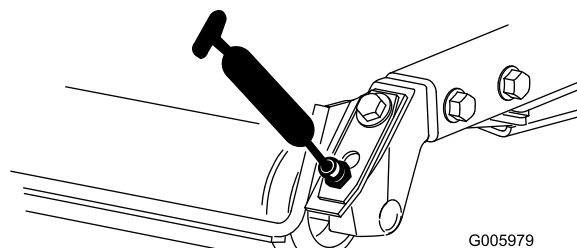

Figura 26
- Cuscinetti a rulli posteriori (2 per apparato di taglio) (Figura 26)